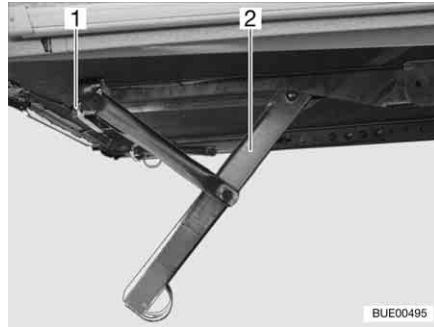
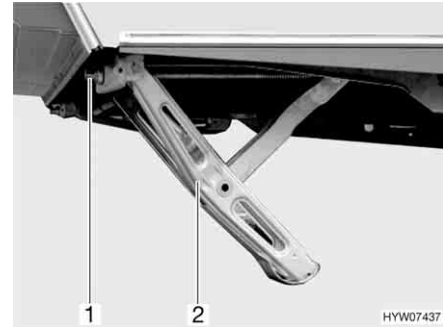

Bild 18 Kurbelstütze heruntergekurbelt (Variante 1)
Bild 19 Kurbelstütze heruntergekurbelt (Variante 2)
- Die serienmäßig beigelegte Handkurbel auf den Sechskant (Bild 18,1 oder Bild 19,1) der Kurbelstütze (Bild 18,2 oder Bild 19,2) stecken.